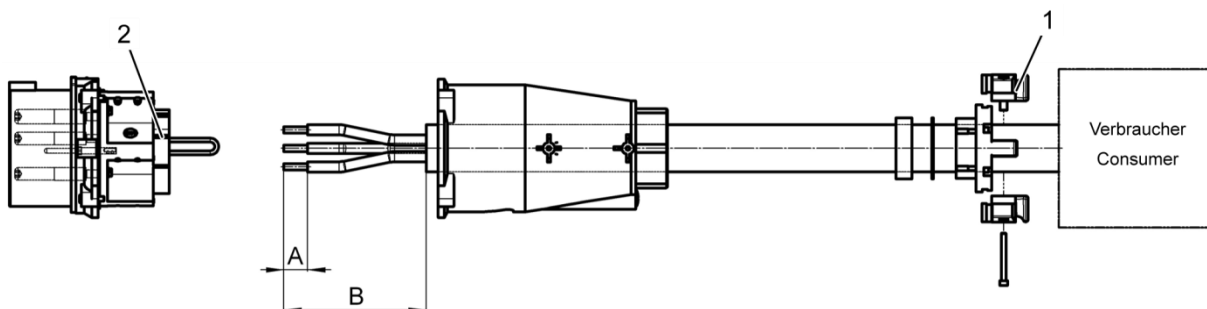
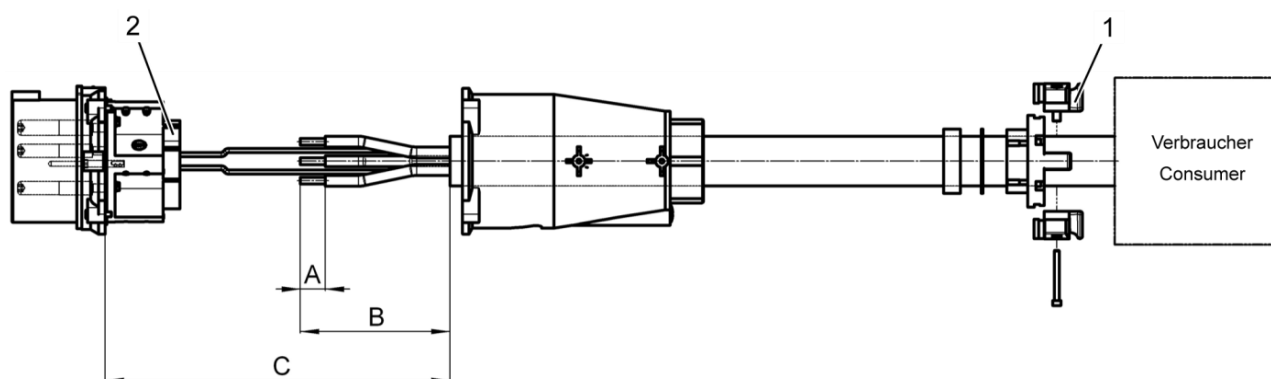
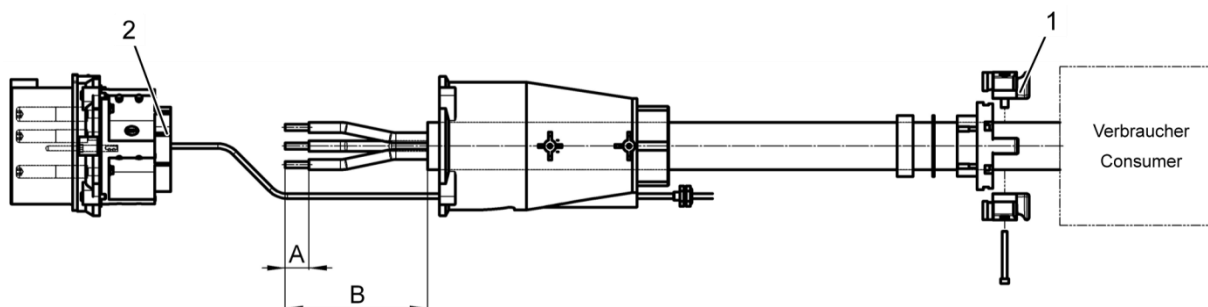

Abb. 52: Schema für Kabel ohne Pilotkontakte
Abb. 53: Schema für Kabel mit integrierten Pilotkontakten
Abb. 54: Schema für Kabel mit separaten Pilotkontakten
- Sind keine Pilotkontakte vorhanden, gemäss Abb. 52 vorgehen.
- Bei integrierten Pilotkontakten gemäss Abb. 53 vorgehen.
- Bei separaten Pilotkontakten gemäss Abb. 54 vorgehen.
1. Kabelverschraubung (Abb. 52 /1, Abb. 53 /1 bzw. Abb.54 /1) über das Kabel ziehen.
Äussere Isolation in der Länge B (Abb. 52) abisolieren.
2. Einzelleitungen jeweils in der Länge A (Abb. 52) abisolieren.
Äussere Isolation in der Länge B (Abb. 53) abisolieren
2. Einzelleitungen jeweils in der Länge A (Abb. 53) abisolieren.
Länge C (Abb. 53) gibt die Länge des integrierten Pilotkontakts an.
Äussere Isolation in der Länge B (Abb. 54) abisolieren.
- Einzelleitungen jeweils in der Länge A (Abb. 54) abisolieren.
- Pilotkontakte in der Länge A (Abb. 54) abisolieren.
- Kontaktbuchse (Abb. 52 /2, Abb. 53 /2 bzw. Abb. 54 /2) mit dem Kabel verschrauben.